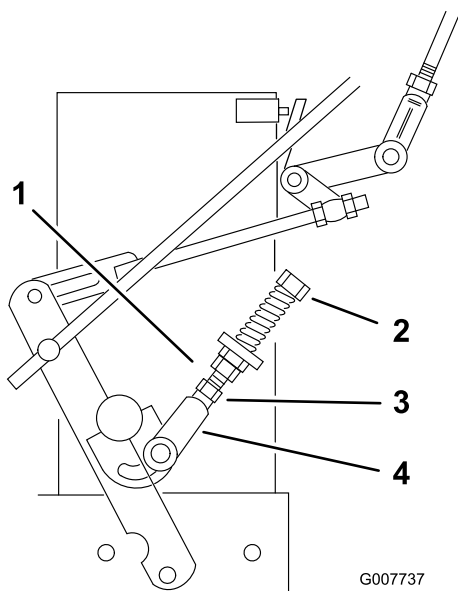

Bild 34
9. Wenn sich die Räder drehen, wenn der Antriebshebel in der NEUTRAL-Stellung ist, müssen Sie die Neutral-Steuergestänge einstellen (Bild 34). Wenn das Rad stoppt, gehen Sie auf Schritt 12.
10. Lösen Sie die Mutter gegen den Neutral-Steuergestängebügel (Bild 34).
11. Stellen Sie das Neutral-Steuergestänge ein, bis sich das entsprechende Antriebsrad nicht mehr dreht, wenn der Antriebshebel gegen die Neutral-Feder (NEUTRAL-Stellung gezogen wird) (Bild 34).
12. Drehen Sie die Einstellschraube um ca. eine Vierteldrehung nach rechts, wenn sich das Rad rückwärts dreht, oder drehen Sie die Schraube um ca. eine Vierteldrehung nach links, wenn sich das Rad vorwärts dreht (Bild 34).